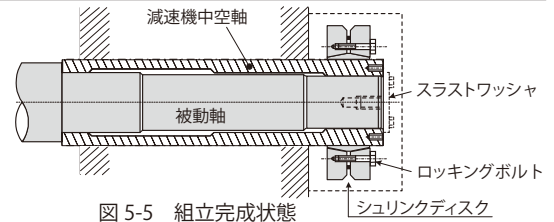

図 5-5 組立完成状態
2. 立形減速機の場合、ロックングボルトを緩めたときに減速機が移動しないように、スラストワッシャを取り付けてください。(図 5-5 参照)